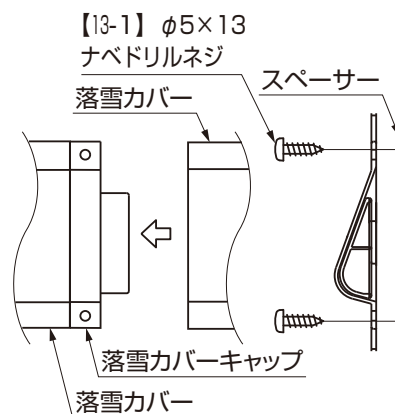

図3-2 連棟する場合
- 連棟時は、連棟側的一方のキャップを取り、もう一方のキャップと連結し、アーチカバーのすき間にスペーサーを貼付けてください。(図3-2参照)